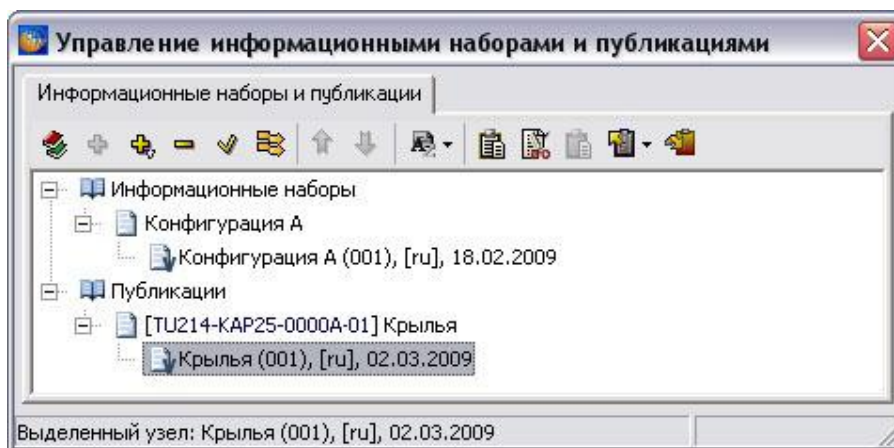

Рис. 24.9. Версия публикации
7. Для каждой публикации создайте версию (Рис. 24.9).